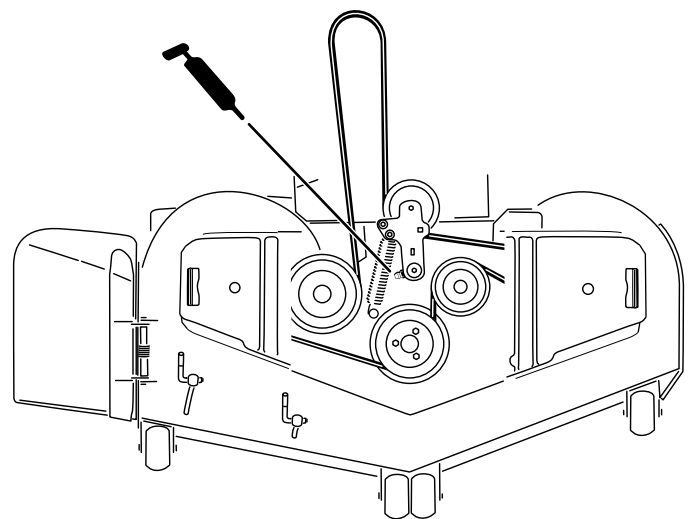

Figure 41
3. Graissez le pivot de la poulie de tension du tablier de coupe jusqu'à ce que la graisse ressorte par le bas (Figure 41).